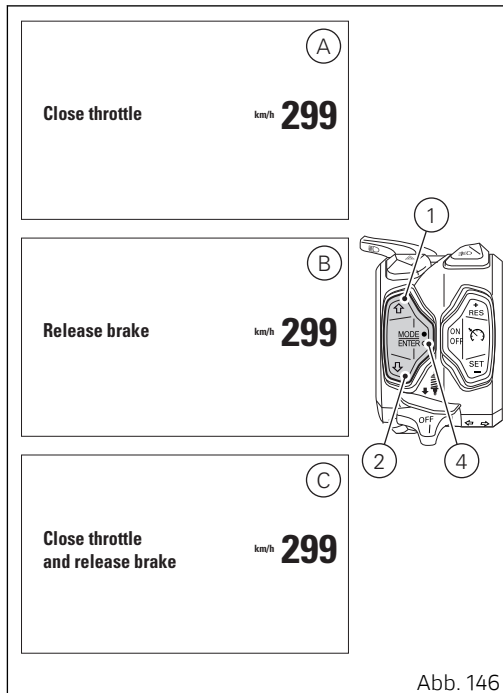

Abb. 146
- wenn die Gassteuerung „offen“ ist, aktiviert das Cockpit die Angabe „CLOSE THROTTLE“ (A, Abb. 146). Nur wenn die Gassteuerung „geschlossen“ ist, wird der neue, eventuell gewählte Riding Mode bestätigt und gespeichert und wieder auf die „Standard-Anzeige“ umgeschaltet;
- wenn die Gassteuerung „geschlossen“ ist, doch die Bremsen betätigt sind, aktiviert das Cockpit die Angabe „RELEASE BRAKES“ (B, Abb. 146). Nur wenn die Bremsen gelöst werden, wird der neue, eventuell gewählte Riding Mode bestätigt und gespeichert und wieder auf die „Standard-Anzeige“ umgeschaltet;
- ist die Gassteuerung „offen“ oder resultieren die Bremsen als betätigt und bewegt sich das Fahrzeug, wird im Cockpit die Angabe „CLOSE THROTTLE AND RELEASE BRAKES“ (C, Abb. 146) aktiviert und erst wenn alle Bedingungen gegeben sind (Gassteuerung geschlossen und Bremsen zurückgelassen oder stehendes Fahrzeug) wird der neue, eventuell gewählte Riding Mode bestätigt und gespeichert, dann wieder auf die Standard-Anzeige umgeschaltet.